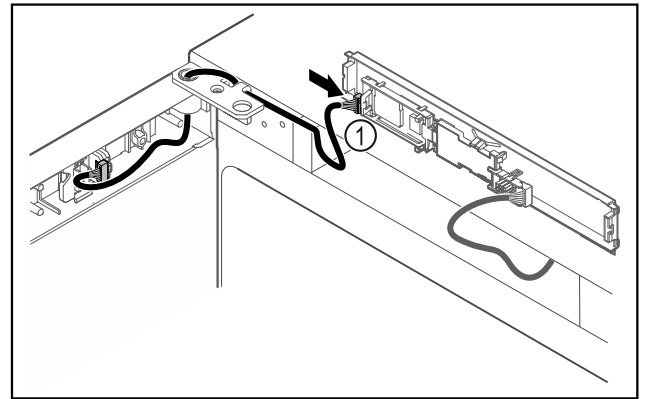

Fig. 50
- ▶ Встановити штекер Fig. 50 (1) на плиті.